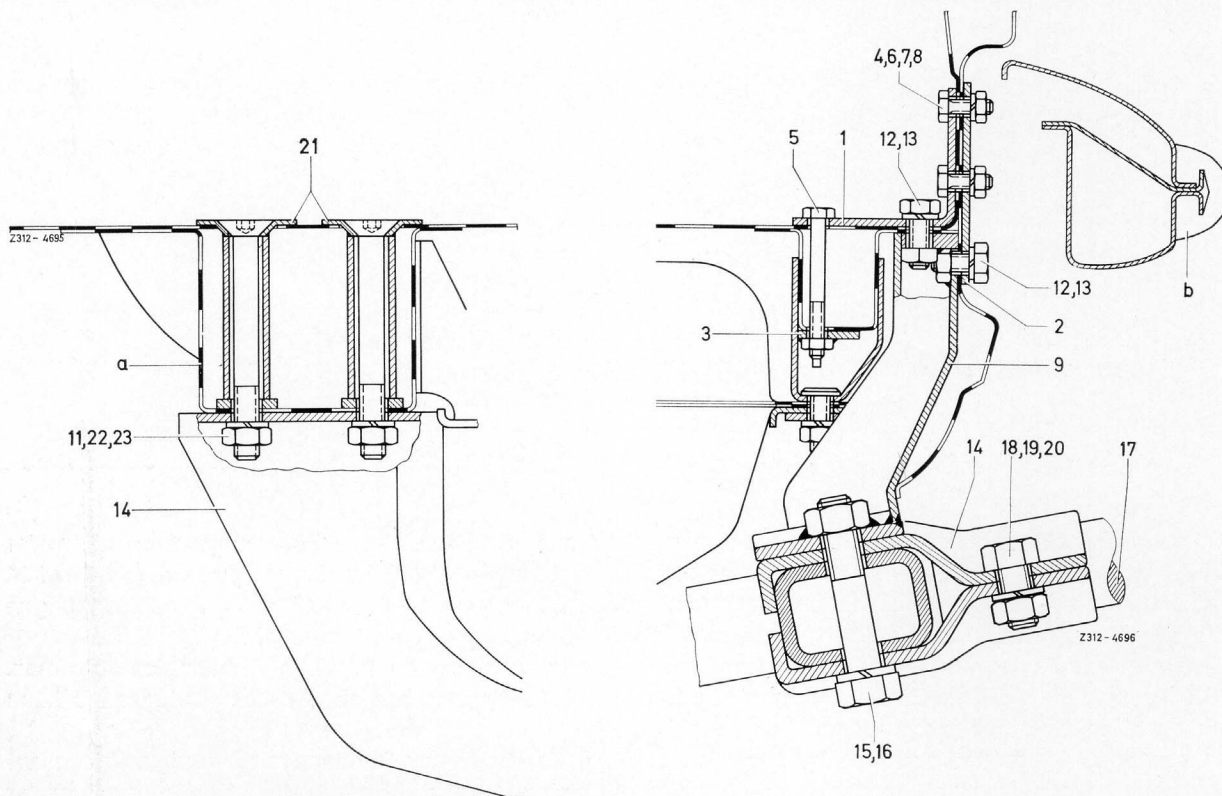

Bild 2
5 Nach dem Bohren den Befestigungswinkel (1) wieder einsetzen und zusammen mit dem Halteblech (2) am Heckmittelstück sowie am Kofferboden mit den Befestigungsteilen (4 bis 8) und der Gegenlasche (3) anschrauben. Dabei sind die Dichtscheiben (6) zwischen Heckmittelstück und Halteblech (2) zu montieren (Bild 2 und 4).
6 In das Heckmittelstück zwei Löcher mit 9 mm Durchmesser bohren, dabei die beiden unteren Befestigungslöcher im Halteblech (2) als Schablone benutzen (Bild 2 und 4).
7 Stütze (9) zwischen Kraftstoffbehälter und Heckmittelstück einführen und mit den Teilen (10 bis 13) montieren (Bild 2 und 3). Anschließend Kanten-schutz (45) am Heckmittelstück im Bereich der Stütze (9) montieren und verkleben.